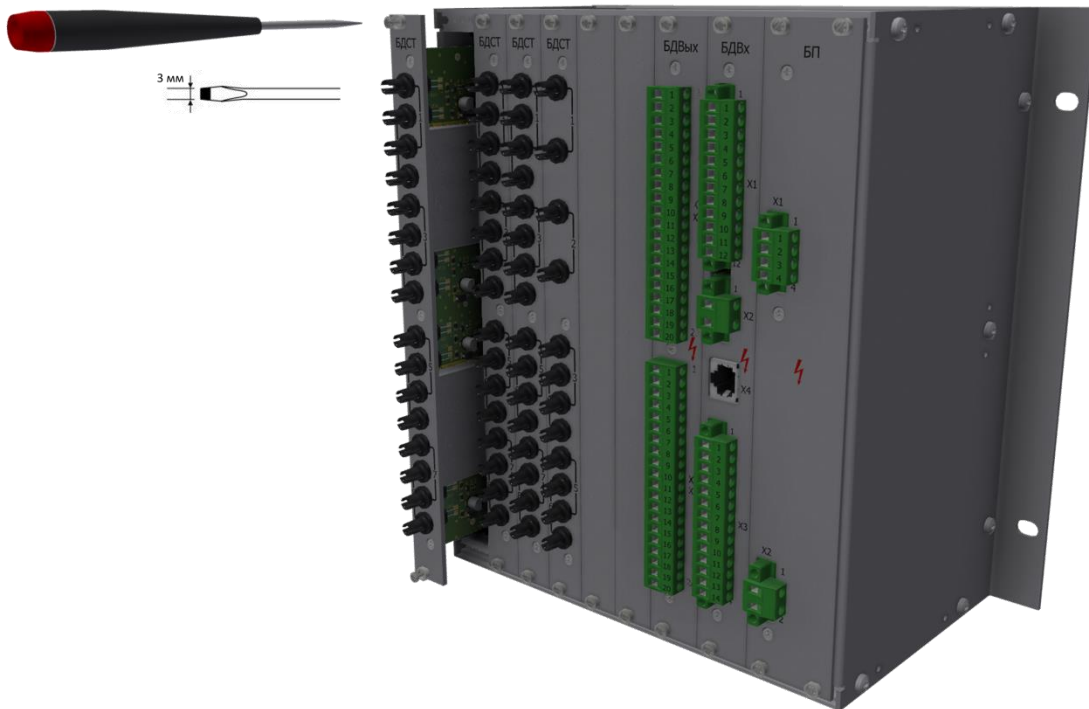

Рисунок 3.1 – Замена блока БДСТ
- Отвинтите отверткой с плоским шлицем шириной 3 мм 2 невыпадающих винта (для блока питания БП 4 винта) как показано на рис.3.1;